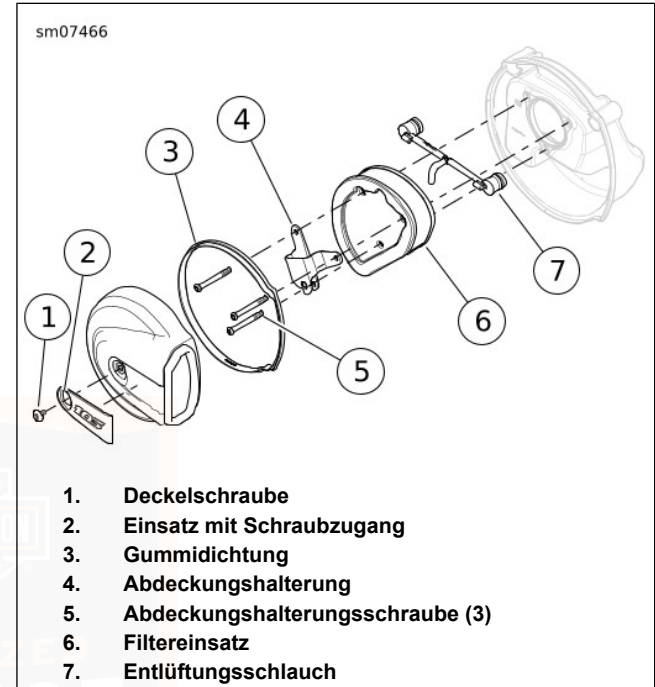

Abbildung 63. Luftfilterbaugruppe
1. Siehe Abbildung 63. Schraube und Luftfilterabdeckung mit Gummidichtung entfernen.
1. Siehe Abbildung 63. Den Entlüftungsschlauch auf den Entlüftungsschrauben anbringen.